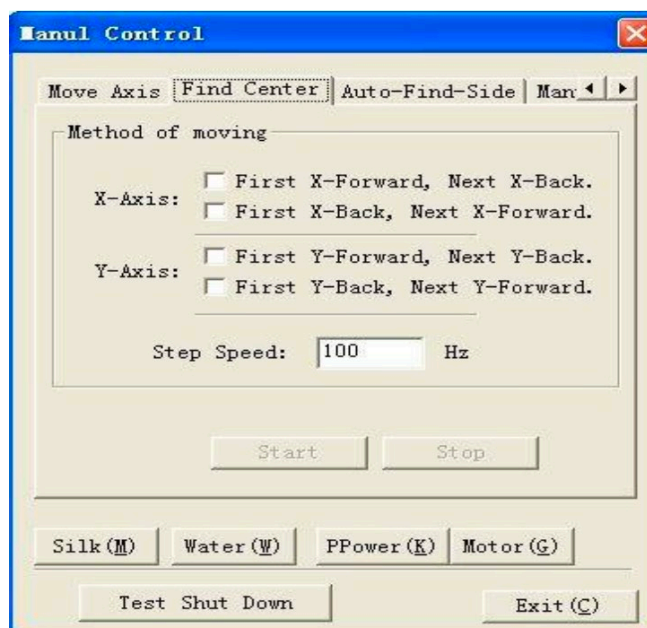

Рисунок 5.21 – Поиск центра
- 2) Поиск центра (Рисунок 5.21)